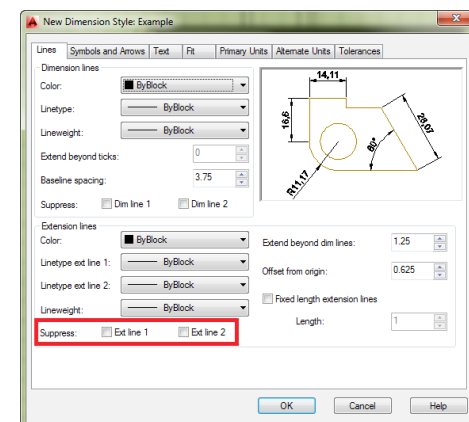

Рис. 90 Подавление боковых размерных линий
- **Suppress (Подавить).** Позволяет не отображать одну из боковых размерных линий (правую или левую) (Рис. 90).